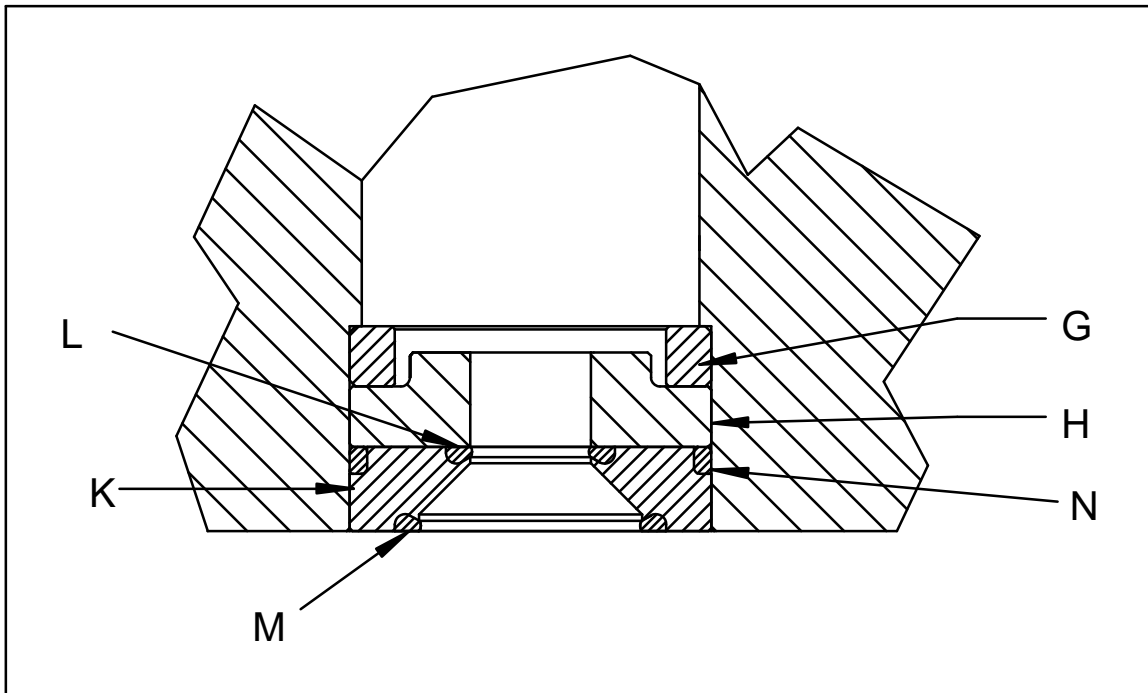

ABBILDUNG 4.5.3
- von unten die Ventilgruppe ausbauen (Detail in Abbildung 4.5.3): Abstandsblock des Durchgangskopfes (K), Durchgangskopf (H) und Aufprallring (G)